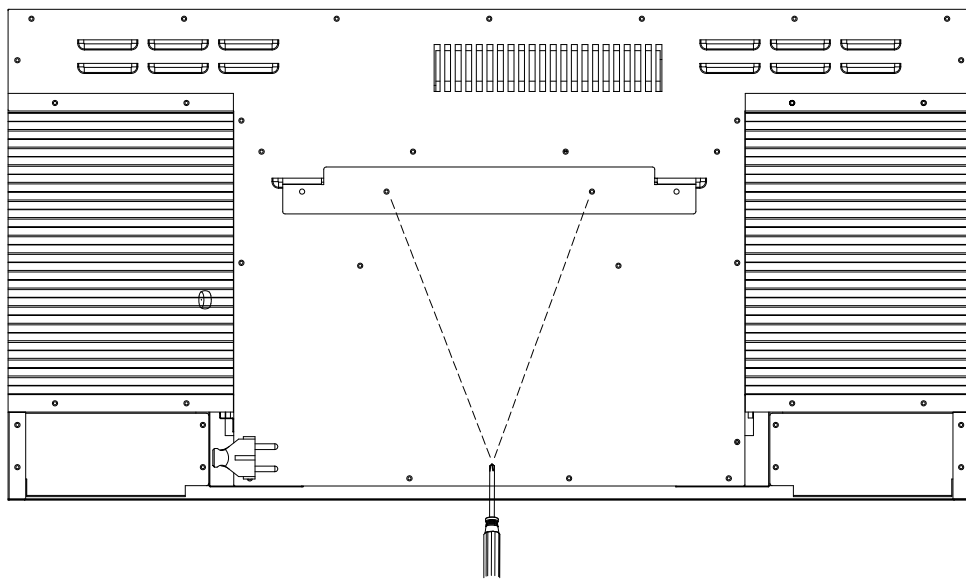

Abb. 2
3. Stellen Sie sicher, dass die Montageleiste waagrecht ist und die Haken nach oben zeigen. Verwenden Sie die Montageleiste und einen Bleistift, markieren Sie die Stelle, an der die Dübel in die Wand eingeführt werden (siehe Abbildung 2).